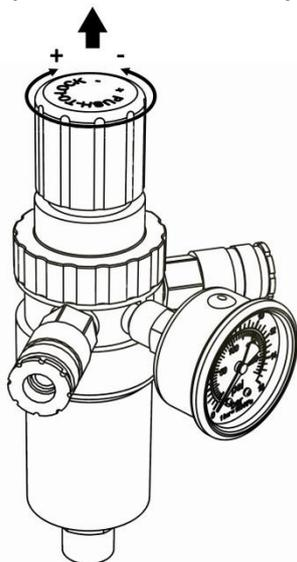

Рисунок 6
7.4.1 Настройка давления в подсоединенных исполнительных устройствах регулятором давления осуществляется следующим образом (рис. 6):